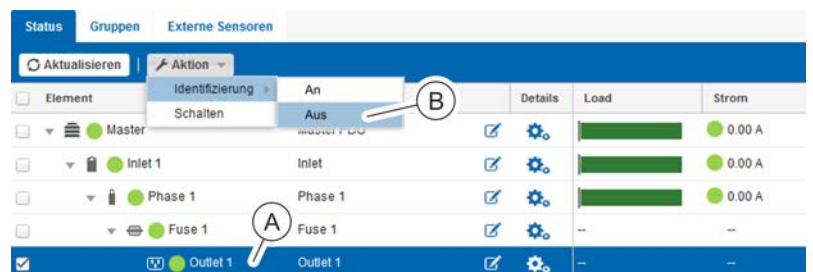

Abb. 153: Ménú "Status" – Registerkarte "Status"
2. In der Registerkarte "Status" die gewünschte Steckdose auswählen (Abb. 153/Ⓐ).
3. Über „Aktion → Identifizierung → Aus“ (Abb. 153/Ⓢ) die Identifizierung der ausgewählten Steckdose ausschalten.